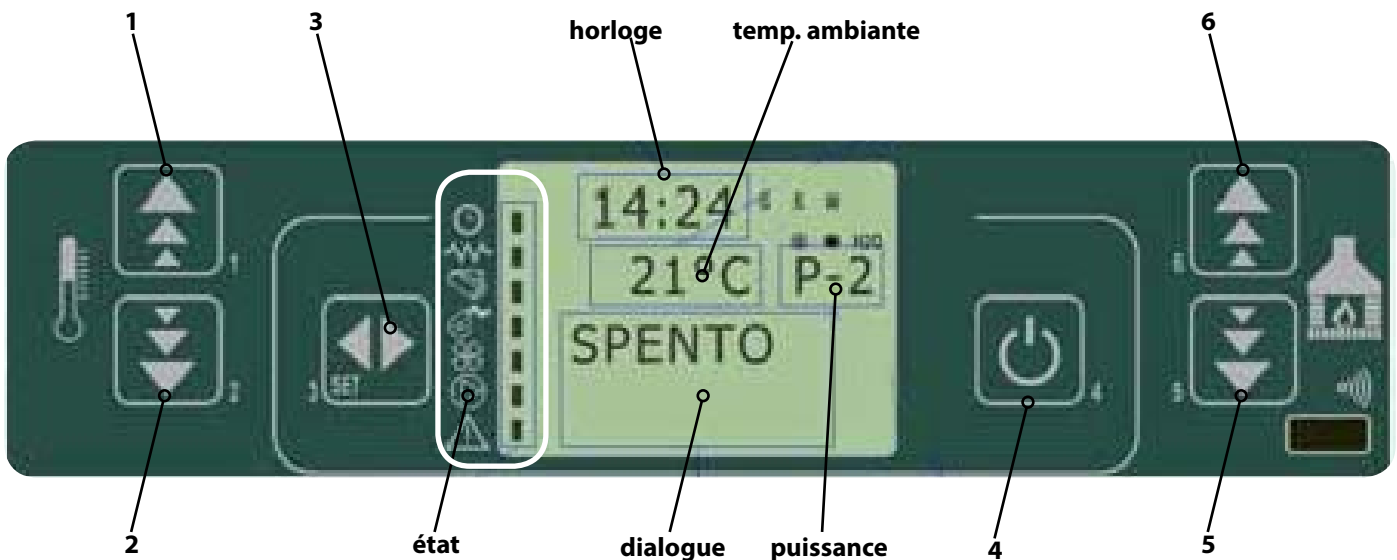

fig. 18a Description des boutons
Permet de configurer l'heure et la date courantes. Le panneau est pourvu d'une batterie au lithium assurant à l'horloge interne une autonomie de plus de 3/5 ans. Pour modifier les valeurs, du menu **02 - Set Chrono**, en utilisant les touches (5) et (6) fig. 18a, parcourir les rubriques jusqu'à « 02 - programme jour », choisir les nouvelles valeurs avec les touches (1) et (2) fig. 18a, puis confirmer avec la touche (3) fig. 18a.
Permet de sélectionner la langue de dialogue parmi celles disponibles. Pour modifier la langue, du menu **03 - Choisir la langue**, en utilisant les touches (1) et (2) fig. 18a, parcourir les rubriques jusqu'à la langue souhaitée.
Active le mode « STAND-BY » qui éteint le produit dès que la température ambiante est supérieure à la valeur configurée (SET) au-delà du temps prédéfini. Suite à un arrêt dû à cette condition, le rallumage ne sera possible que si la température configurée (SET) est inférieure à celle de l'environnement pendant une période déterminée. Pour modifier le mode, à partir du menu **04 - Mode stand-by**, en utilisant les touches (1) et (2) fig. 18a, il est possible de l'activer/désactiver.
Lorsqu'on a configuré la sélection sur « OFF », le signal sonore est désactivé. Pour modifier le mode, du menu **05 - Avertisseur sonore**, en utilisant les touches (1) et (2) fig. 18a, il est possible de l'activer/désactiver.